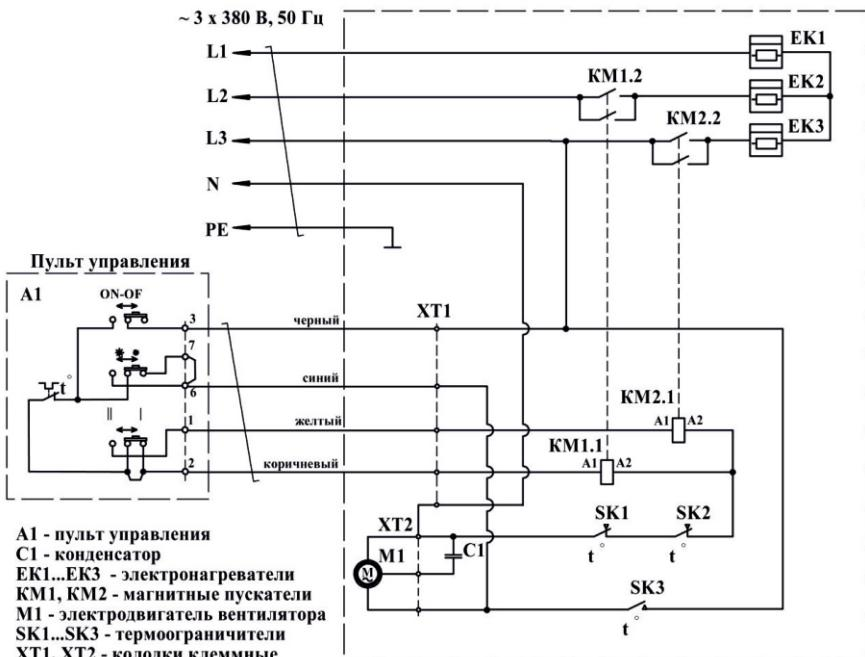

Рис. 2 Электрическая схема
5.5 Электрическая схема занавеси приведена на рис. 2 Приложения.